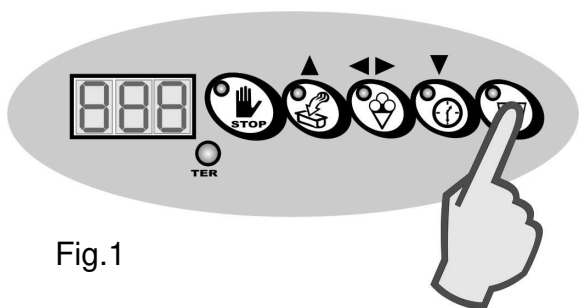

Fig.1
- Con ciclo in atto, premere 1 volta il tasto GRANITA. (fig. 1)